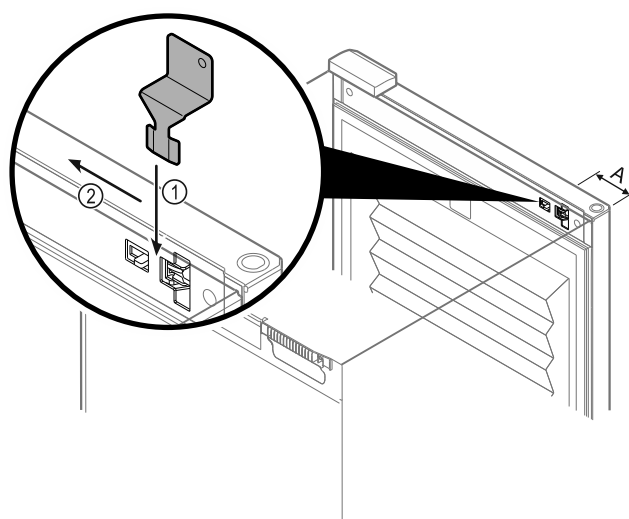

Fig. 230
- ▶ Placer la clé de déverrouillage d'urgence à l'emplacement indiqué Fig. 230 (A) ≈ 100 mm (3 15/16 in).
- ▶ Du haut, insérer la clé de déverrouillage d'urgence Fig. 230 (1) entre la porte et le corps de l'appareil jusqu'en butée.
- ▶ Tirer la clé de déverrouillage d'urgence vers la charnière. Fig. 230 (2)